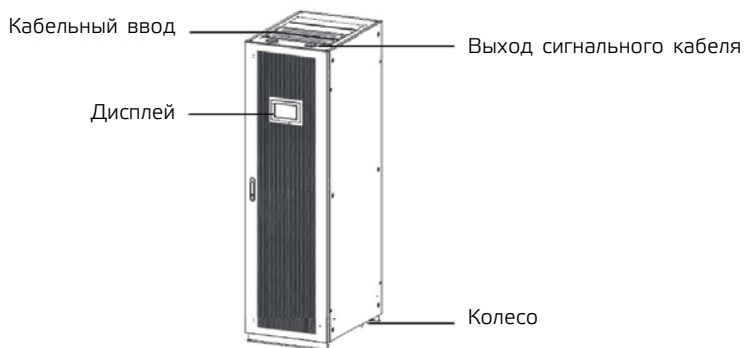

Рис. 1-1 Внешний вид ИБП мощностью 300 кВА
- ИБП мощностью 200 кВА и 300 кВА имеют одинаковый внешний вид, как показано на рис. 1-1.